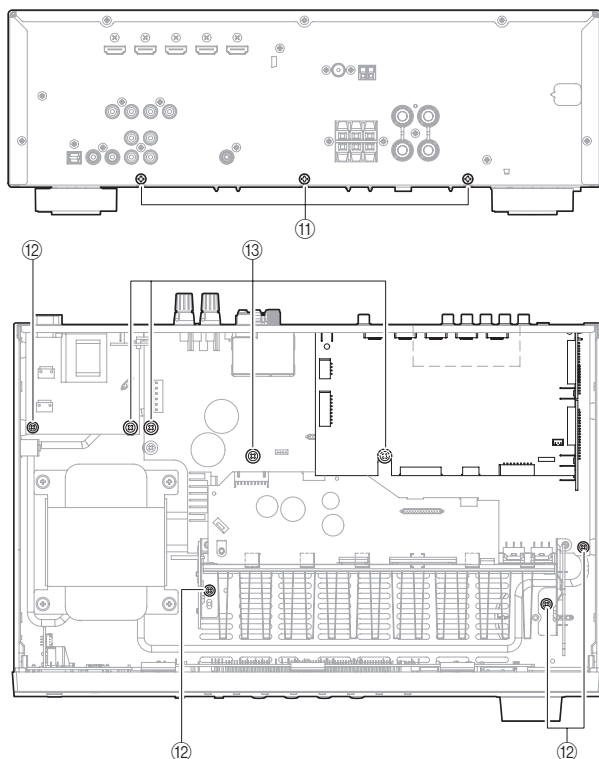

Fig. 5
- Remove 3 screws (⑪). (Fig. 5)
- Remove 4 screws (⑫) and 4 screws (⑬). (Fig. 5)
- ⑪のネジ3本を外します。(Fig. 5)
- ⑫のネジ4本、⑬のネジ4本を外します。(Fig. 5)